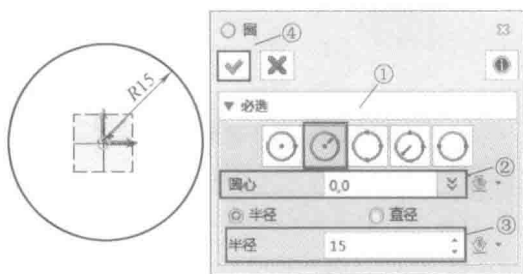

图 1-17 绘制 $R15\text{mm}$ 圆
1) 绘制 $R15\text{mm}$ 圆。选择“草图→圆”进入圆命令栏，①选择“半径”；②以坐标原点为圆心；③半径为 15mm ；④确定绘制 $R15\text{mm}$ 的圆，如图 1-17 所示。